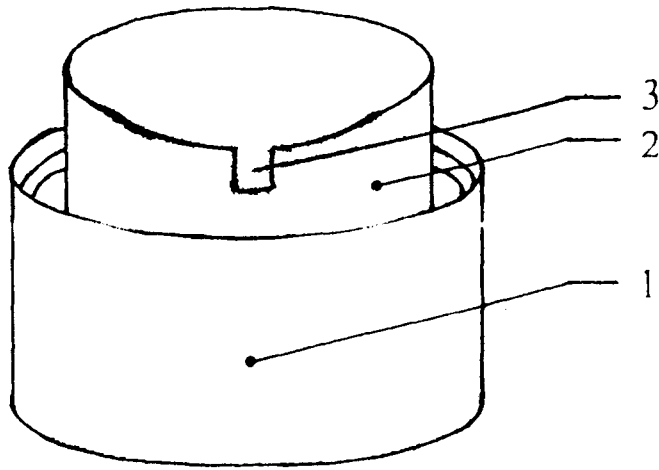

图 1
权利要求书1页 说明书2页 附图1页
**附图说明：**附图1为本实用新型的结构示意图。